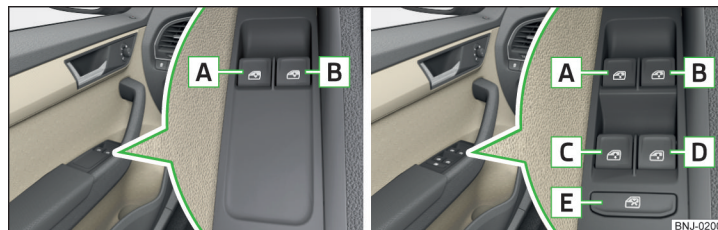

Fig. 45 Kontakter til rudeoptræk: Type 1 / Type 2
Afhængigt af udstyr kan du betjene ruderne foran, **type 1**, eller ruderne foran og bagi, **type 2**, med kontakterne i døren » **Fig. 45**.
I forbindelse med **type 2** » **Fig. 45** kan **ruden i førerdøren** automatisk åbnes helt ved at trykke et kort øjeblik på kontakten. Hvis du trykker på kontakten igen eller trækker i den, standser ruden.
I forbindelse med **type 2** » **Fig. 45** kan **ruden i førerdøren** automatisk lukkes helt ved at trække i kontakten. Hvis du trækker i kontakten igen eller trykker på den, standser ruden.
➤ Tryk på knappen **E** » **Fig. 45**.
■ Hvis du transporterer personer, der ikke er helt selvstændige, fx børn, på bagsædepladserne, anbefales det for en sikkerheds skyld at deaktivere kontakterne i bagdøre ved hjælp af knappen **E** » **Fig. 45**.
- **Type 1** af elruden » **Fig. 45 på side 55 har ingen kraftbegrænsning.** Du skal lukke ruderne forsigtigt – fare for kvæstelser!
- **Elruden i passagerdøren af type 2 » Fig. 45 på side 55 har ingen kraftbegrænsning.** Du skal lukke ruden forsigtigt – fare for kvæstelser!